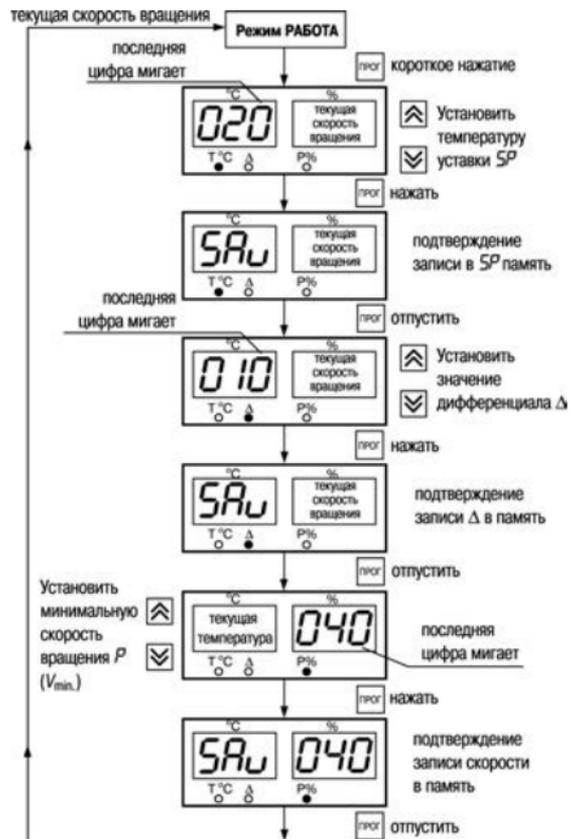

Рисунок 6.1
6.2.3.1 Находясь в режиме РАБОТА, нажать кратко на кнопку  и удерживать ее не более 3 сек (рисунок 6.1), после чего засветится светодиод "Т °C" и начнет мигать последний разряд на индикаторе "°C".